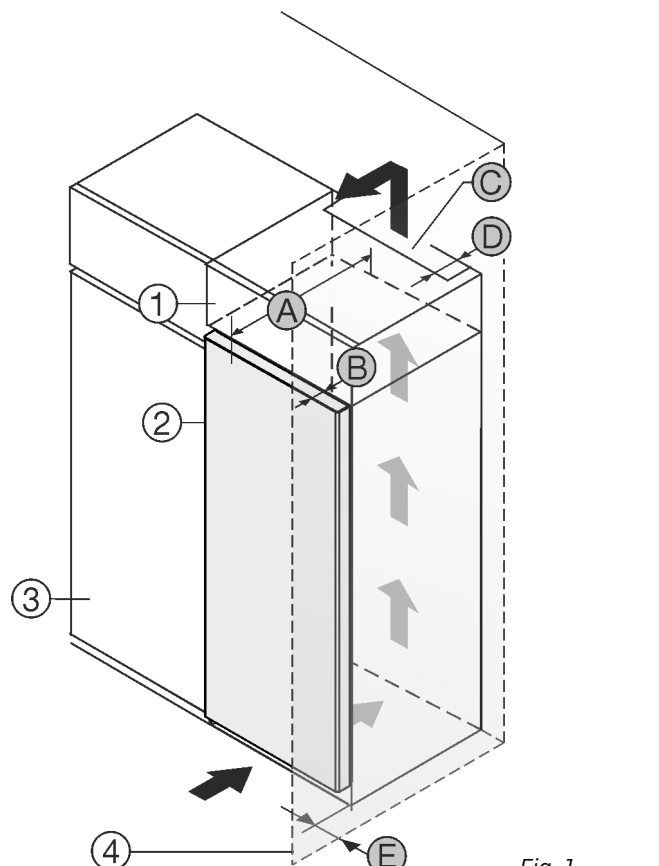

Fig. 1
Příklad nainstalujte přímo vedle kuchyňské skříňky Fig. 1 (3). Na zadní straně nastavné skříňky musí být větrací šachta hluboká Fig. 1 (D) přes celou šířku nastavné skříňky.
Pod stropem místnosti musí být dodržen ventilační průřez Fig. 1 (C).
Když se přístroj instaluje závěsy vedle stěny Fig. 1 (4), musí být vzdálenost mezi přístrojem a stěnou minimálně 13 mm.
Když se přístroj instaluje závěsy vedle stěny Fig. 1 (4), musí být vzdálenost mezi přístrojem a stěnou minimálně 20 mm.
Aby bylo možné dvířka plně otevřít, musí přístroj přesahovat o hloubku dvířek Fig. 1 (B) vůči přední linii kuchyňské skříňky. V závislosti na hloubce kuchyňských skříňek Fig. 1 (3) a použití vymezočů odstup od stěny může přístroj vyčnívat dále.